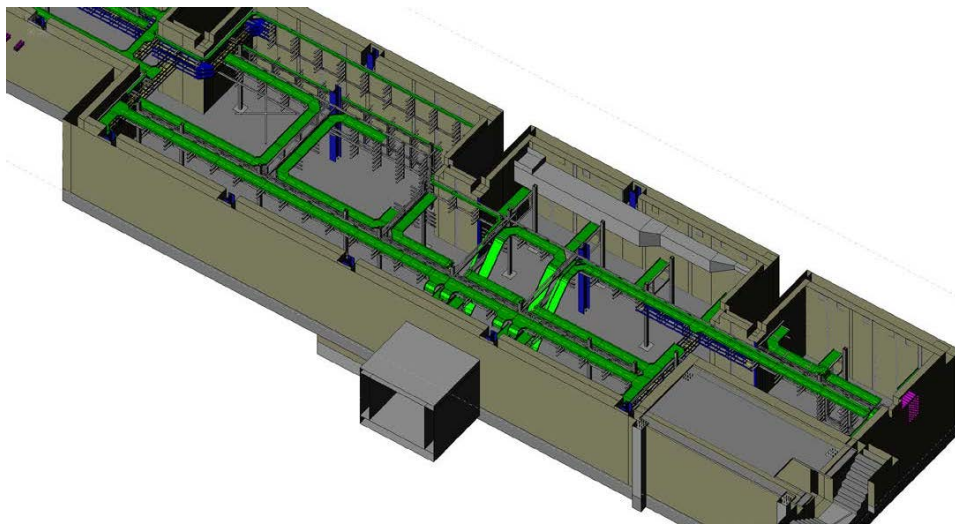

Рисунок 9 — Пример КНС с опорными конструкциями
9) Установка опорных конструкций КНС (стойки, полки, и крепления трасс к ним, а также перфорированные и прокатные металлоконструкции на основании полученных нагрузок в лотках) (рис. 9):